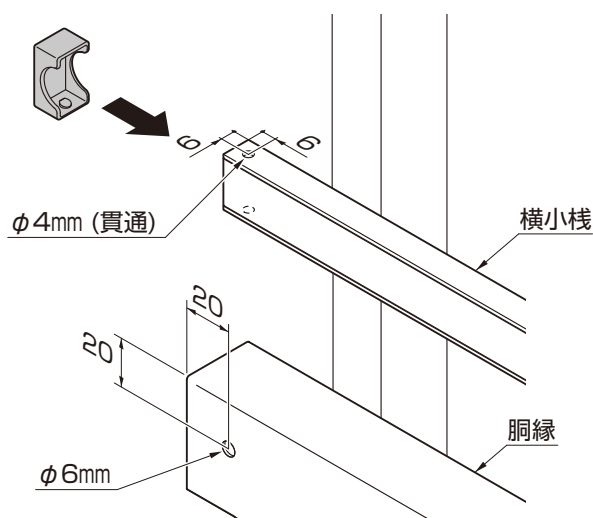

図3-3 切断箇所の穴加工
- ③ 横小棧の上面・下面と胴縁の側面に、それぞれ $\phi 4\text{mm}$ 、 $\phi 6\text{mm}$ の穴をあけてください。(図3-3参照)
- ④ 横小棧キャップのツメが穴に掛かるように、横小棧に横小棧キャップを差込んでください。